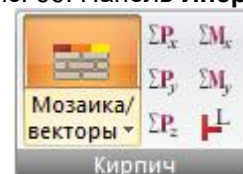

Рис. 100. Панель **Кирпич**
- **Кладка** (рис.100) - отображение вычисленных суммарных нагрузок на группы участков стен в заданных расчетных уровнях.
Панель **Кирпич** (рис.100) содержит следующие команды: